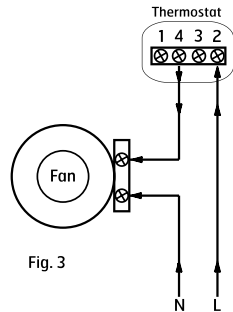

Fig. 3
Gør tilsvarende for risten. Løsn risten ved at trykke forsigtigt på siderne indvendigt fra for at få adgang til skruehullerne. Tilslut ventilator og termostat iht. tilslutningsoversigten, Fig. 3.
Tuuletin kytketään verkkovirtaan kytkentäkaavion mukaisesti, Fig. 3.
Connect the fan and thermostat as per wiring diagram, Fig. 3. The hole for the power cable is pre-stamped and covered with thin, penetrable plastic.
7. Wentylator i termostat należy podłączyć zgodnie ze schematem, Fig. 3.